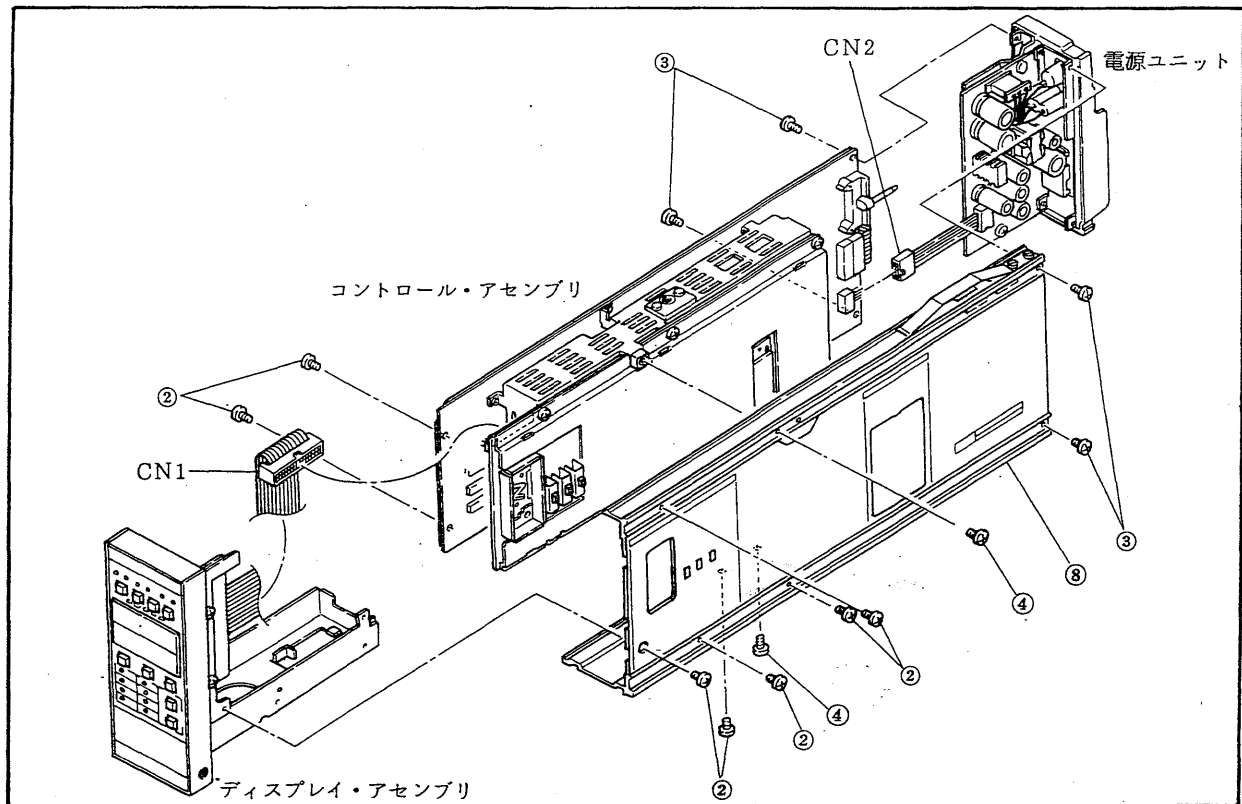

図 7.2.2 ディスプレイ・アセンブリと電源ユニットの取外し
- (i) 図 7.2.2 において左右側面、底面にある②ネジ 7 本を外します。
- (i) 図 7.2.2 において、両側面後方の③ネジ 4 本を外します。
- (ii) 図 7.2.2 において、右側面と底面にある④ネジ 2 本を外すことにより、コントロール・アセンブリと⑧シャーシを分離できます。